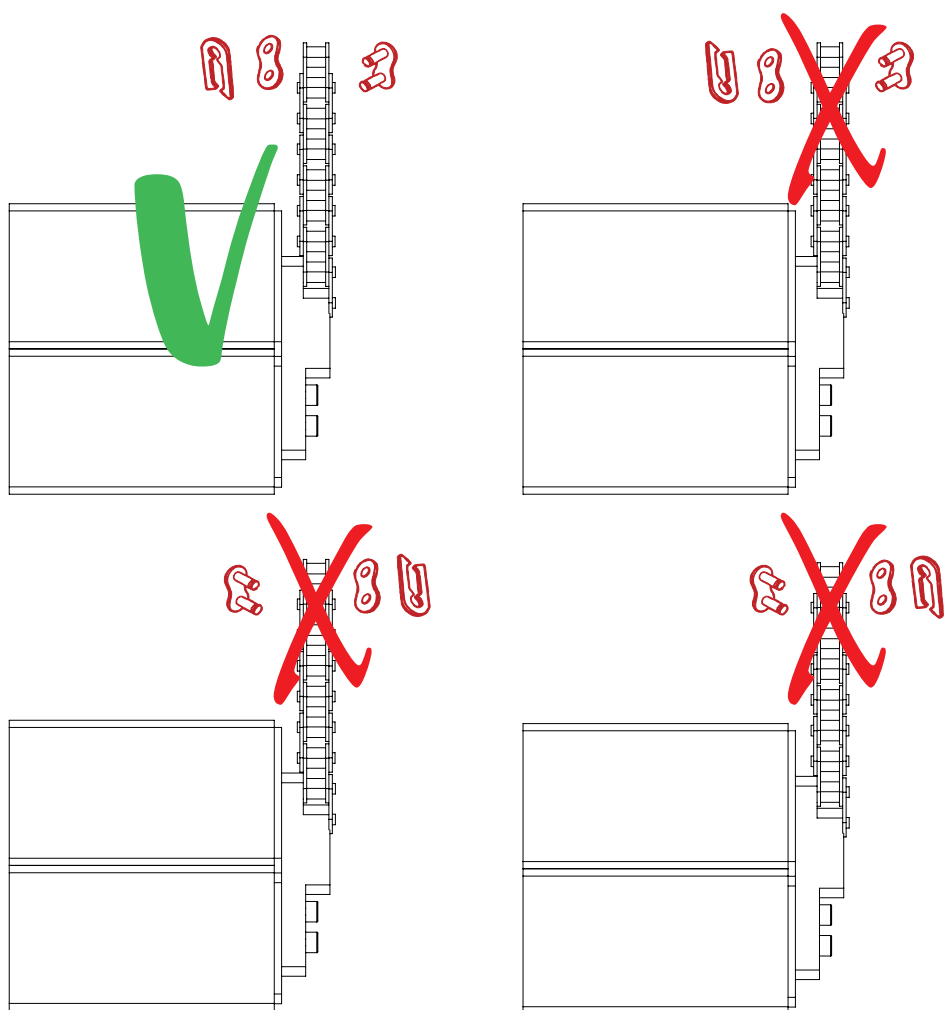

Fig. 43
**1 / CONNECT THE CHAIN TO THE CHAIN END (8 CM) ALREADY FIXED TO THE LOWER CROSS MEMBER USING THE CONNECTING LINK. ENSURE TO FOLLOW THE CORRECT ASSEMBLY DIRECTION OF THE FREE ELEMENTS (FIG.43).**